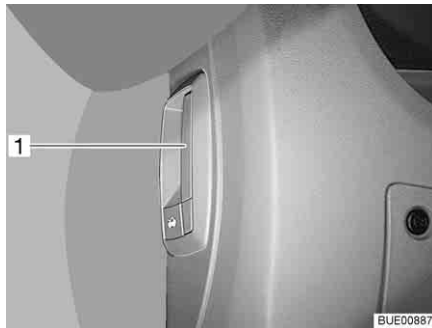

Fig. 40 Levier de déverrouillage capot moteur (dans le véhicule)
- Tirer sur le levier (Fig. 40, 1) à gauche sous le tableau de bord ou sur le côté de ce dernier.